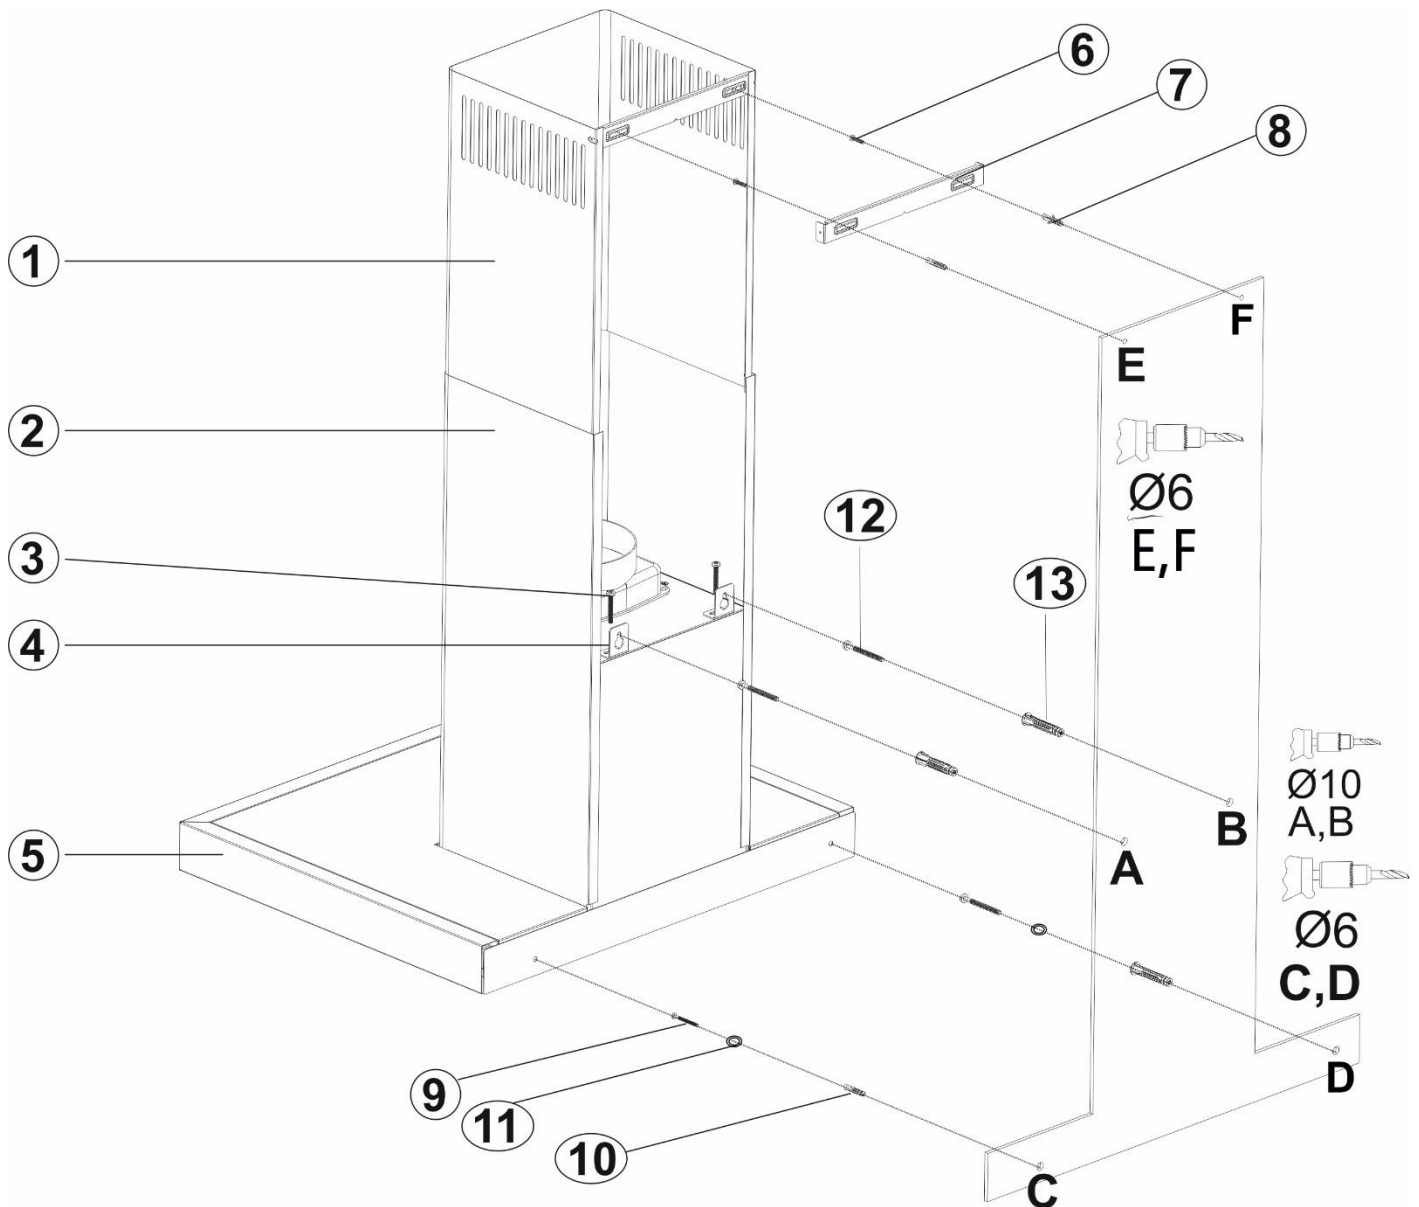

Fig. 12
2. ▶ Fije el patrón de montaje en la pared a la altura especificada (Consulte las distancias mínima y máxima para la encimera, en el patrón de montaje) y las perforaciones A, B, C, D con las dimensiones especificadas en la plantilla (Fig. 12).
3. ➤ Inserte los tacos de Ø 10mm en los orificios perforados A, B, atornille los tornillos (12) de 5,5 x 60 en los puntos A + B de manera que se mantenga un espacio de 5 mm entre la cabeza del tornillo y la pared (Fig. 12).
4. ➤ Fije las placas que cuelga de la campana en el cuerpo de la campana con el perno (3) M5x35 (Fig. 12).
5. ➤ Cuelgue la campana de sus placas colgadas en la pared en los puntos (A, B). Si la campana no es paralela, coloque su forma en paralelo al apretar o aflojar el tornillo M5x35 (3).